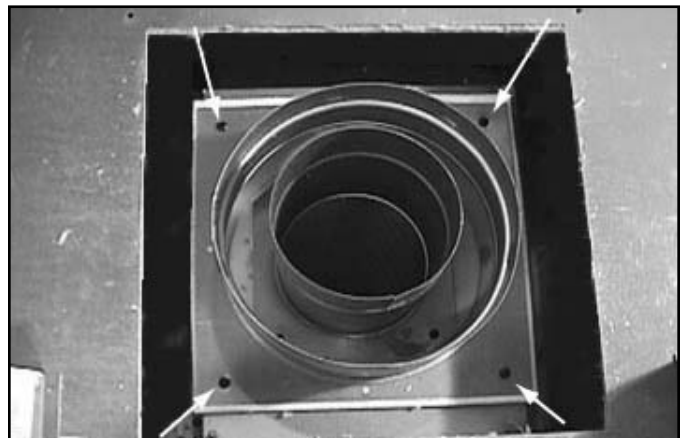

Figura 7.4 Retire los cuatro tornillos del collarín exterior
- Retire los cuatro tornillos que sostienen el collarín exterior a la parte superior del aparato. Vea la figura 7.4. Retire el collarín exterior.